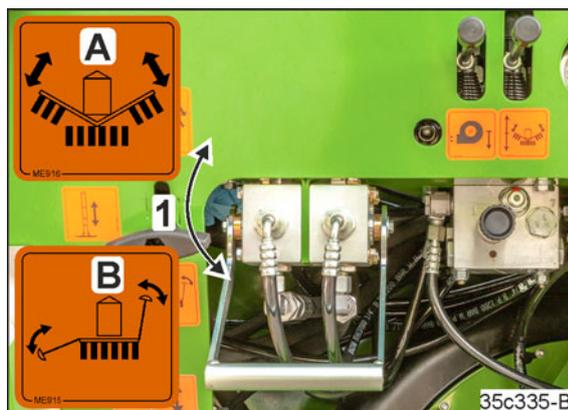

Fig. 228
1. Le levier de vanne (Fig. 228/1) se trouve en position «B».
3. Mettre le levier de vanne (Fig. 228/1) en position «A».